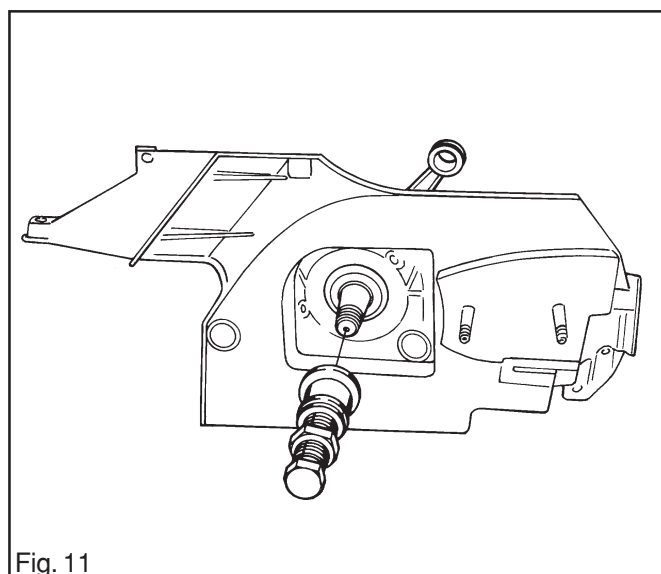

Fig. 11
3. À l'aide de l'outil 502 50 30-17, mettre en place le vilebrequin dans le demi-carter du côté embrayage. Voir la fig. 11. Visser jusqu'à ce que la butée du vilebrequin atteigne le palier.